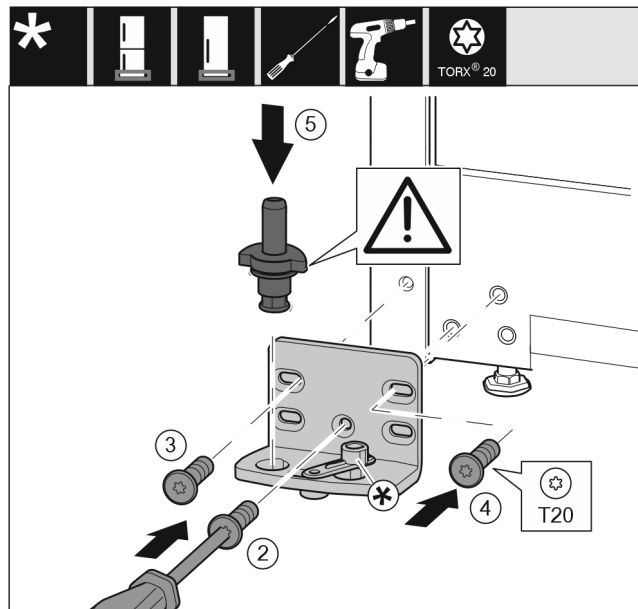

Fig. 18
- Установите опорный кронштейн с другой стороны и прикрутите с помощью отвертки. Начиная с винта Fig. 18 (2) снизу в центре.
- Затяните винт Fig. 18 (3) и винт Fig. 18 (4).
- Снова установите опорный палец Fig. 18 (5) в сборе. При этом проследите за тем, чтобы выступ фиксатора был направлен назад.